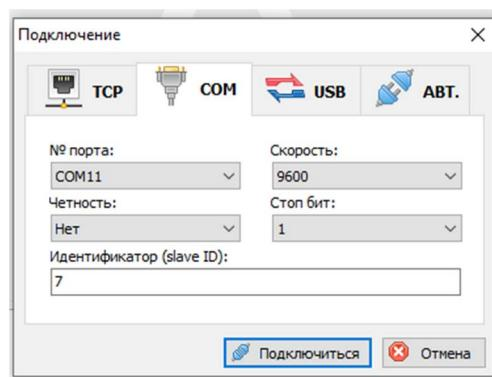

Рисунок 5 – Окно «Подключение».
Установка связи происходит при нажатии кнопки «Подключиться»  . В появившемся окне (рисунок 5) необходимо выбрать тип подключения (СОМ), номер порта, четность (нет), адрес устройства, скорость подключения, стоп бит (1) и нажать кнопку «Подключить». Если связь установлена, появится вкладка, отображающая данные, поступающие с каналов дискретного ввода. На вкладке «Конфигурация» можно посмотреть текущие настройки модуля.